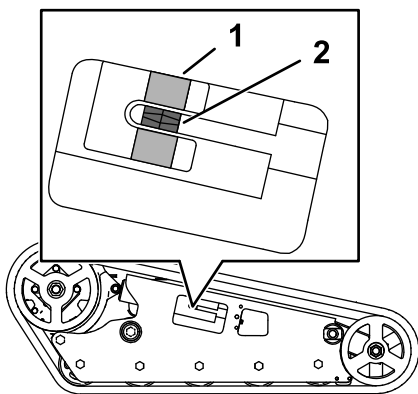

Figura 58
Verificate che il blocco tenditore sia allineato con la guida verde sull'adesivo oppure che il blocco si trovi a una distanza di 1,3 cm dalla parte posteriore della scanalatura del tubo tenditore (Figura 58).
4. Utilizzando un cricchetto di trasmissione da 1/2" ruotate la vite di tensione, fino a quando il blocco tenditore non si allinea con la guida verde sull'adesivo, oppure non si trova a una distanza di 1,3 cm dalla parte posteriore della scanalatura del tubo tenditore (Figura 58).
8. Verificate che il blocco tenditore sia allineato con la guida verde dell'adesivo oppure si trovi a una distanza di 1,3 cm dalla parte posteriore del tubo tenditore per entrambi i cingoli (Figura 58). All'occorrenza regolate.